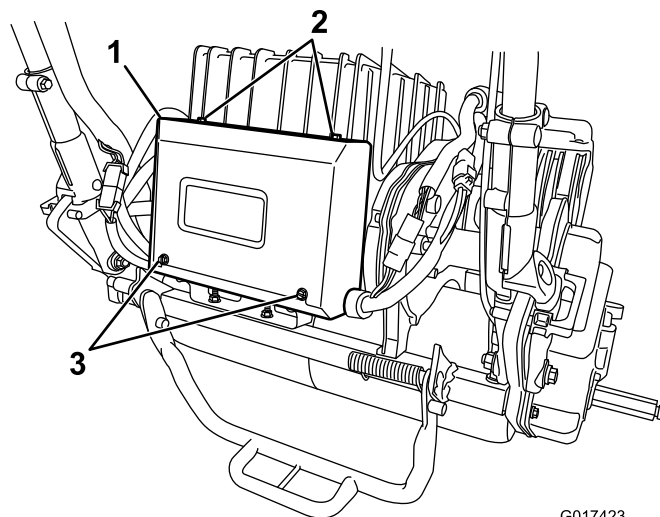

Figura 35
2. Rimuovete le 2 viti posteriori dalla centralina elettrica e allentate le 2 viti superiori, quindi rimuovete il coperchio della centralina (Figura 35).